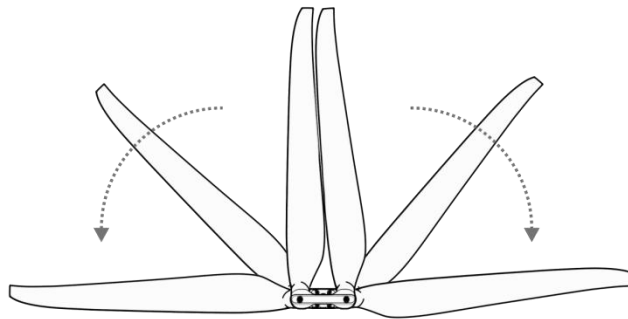

Figura 1-35 Desplegar las Hélices
Step 5: Despliega las hélices a 180°, como se muestra en la Figura 1-35.